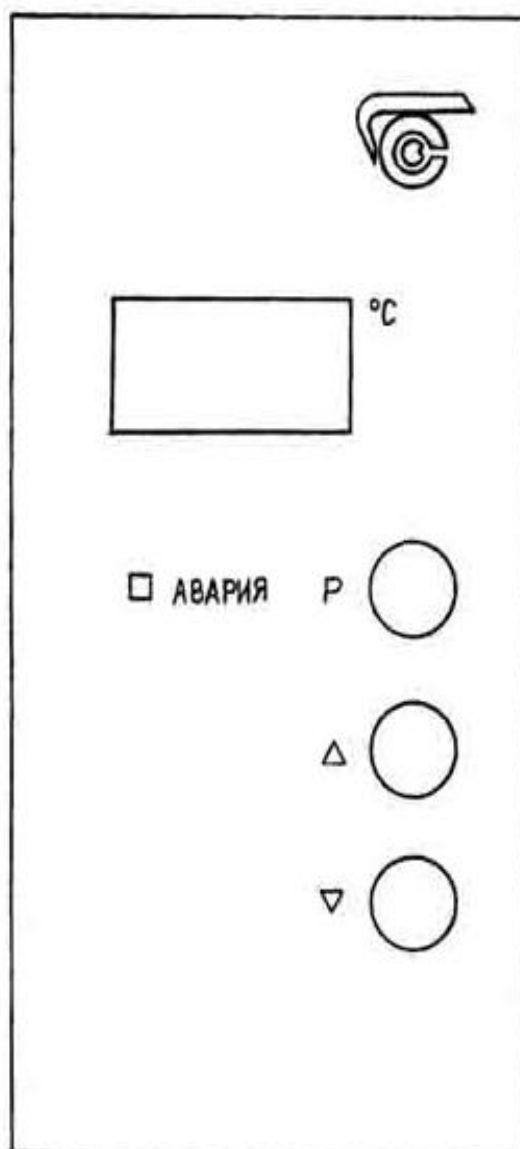

Рис. 1
8.3. Включить переключатель «СЕТЬ» (находится на сетевом блоке, установленном на задней стенке термостата), при этом на цифровом табло панели управления, находящейся на двери термостата (рисунок 1), высвечивается текущая температура в камере термостата. Если заданная температура больше, чем температура в камере, включится нижний светодиодный индикатор на цифровом табло, который сигнализирует о включении нагревателя.